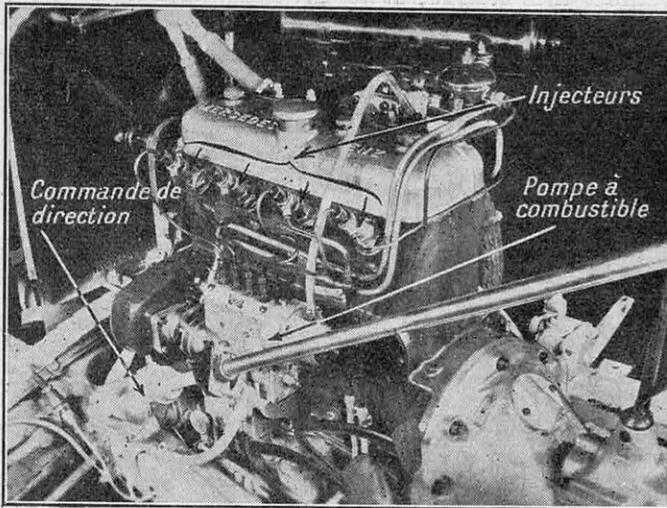

FIG. 9. — MOTEUR DIESEL POUR VOITURES DE TOURISME
vient de réussir Labarthe. J'ai moi-même obtenu, dans une voie presque identique, de très encourageants résultats. Ce rapprochement progressif entre le moteur à explosion et le moteur à combustion s'était déjà fait sentir d'une manière plus concrète : similitudes de poids, vitesses de rotation, souplesse, facilité de démarrage (toutes choses égales d'ailleurs, bien entendu). Un excellent exemple est le petit Diesel 75x100 4 cylindres de Citroën (1), bien au point depuis l'an dernier et qui donne toute satisfaction, ainsi que le 2 1 600, 4 cylindres Mercedes Benz pour tourisme (fig. 9).